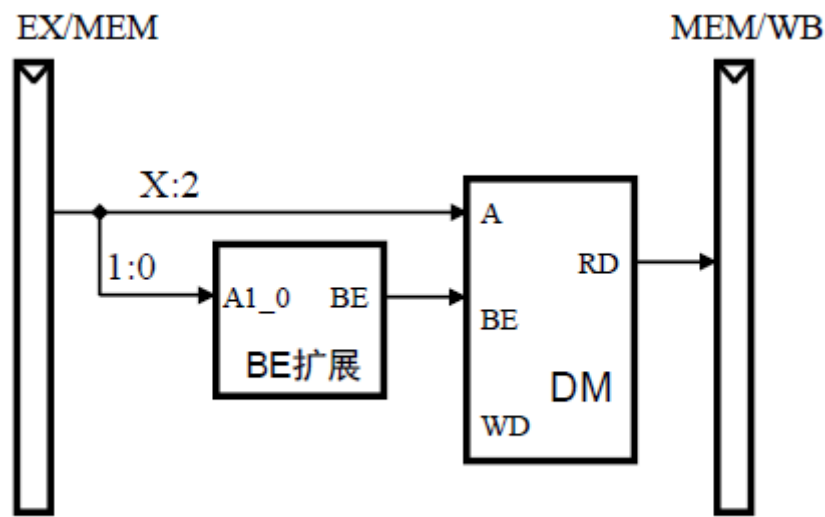

图 3 BE 扩展
- 提示，由于DM地址的低两位没有意义，所以可以用来传递额外的信息。由于BE的状态只有3种，所以使用DM地址的低两位进行编码，并在输入DM模块前使用BE扩展进行解码，如图3所示。